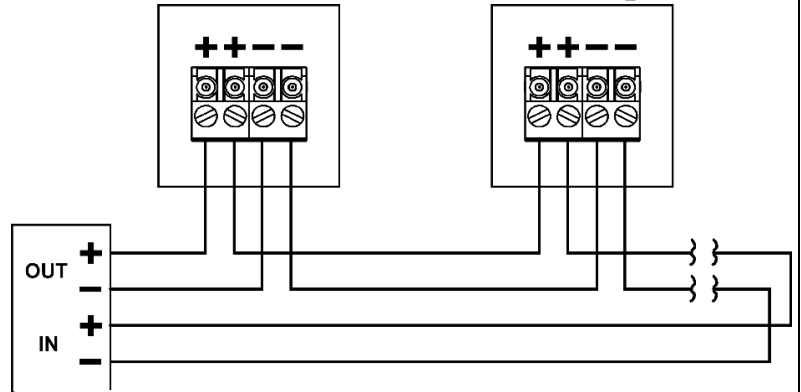

Рисунок 4. Подключение РИГ-И к СЛ
5.3. Снять с печатной платы соединительные колодки. Произвести подключение сигнальной линии к соединительным колодкам (см. рис.4). Установить соединительные колодки на печатную плату.